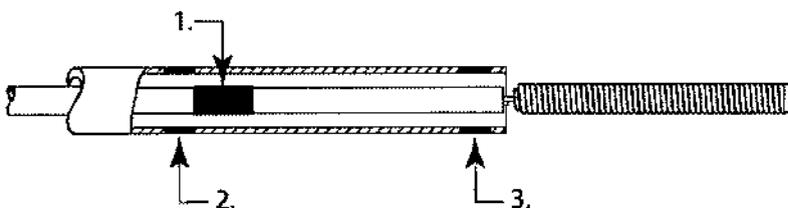

Figura 2
8. Siga haciendo avanzar la espiral separable AXIUM™ hasta que el marcador de alineación de la espiral del empujador de implantes este justo distal respecto al marcador proximal del microcatéter (consulte la figura 2).